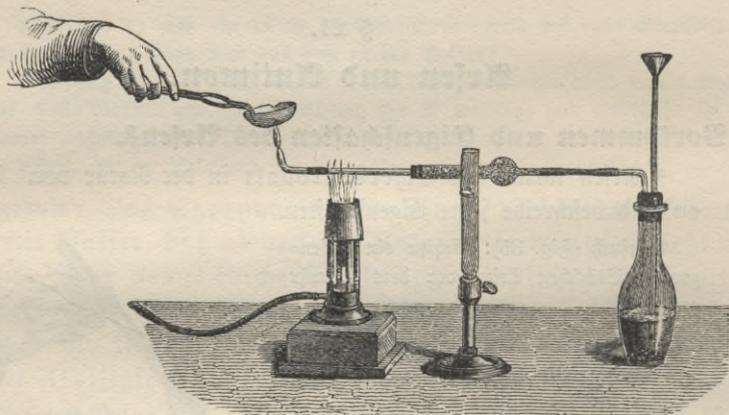

Fig. 37. Arsenwasserstoff.
* **Versuch 2:** (Fig. 37, Verfahren von Marsh zum Nachweis des Arseniks bei Vergiftungen¹⁾). Bringe in eine Gasentwicklungsflasche, an die ein langes, in eine Spitze ausgezogenes Ableitungsrohr angebracht ist, zunächst Zink und Wasser und laß durch das Trichterrohr allmählich starke Schwefelsäure zufließen. Nachdem die Vorprobe reinen Wasserstoff ergeben hat, entzünde das austretende Gas und halte eine Porzellanschale in die Flamme. Wenn Zink und Schwefelsäure arsenfrei sind, darf kein dunkler Beschlag entstehen. Spüle darauf eine erbsengroße Menge